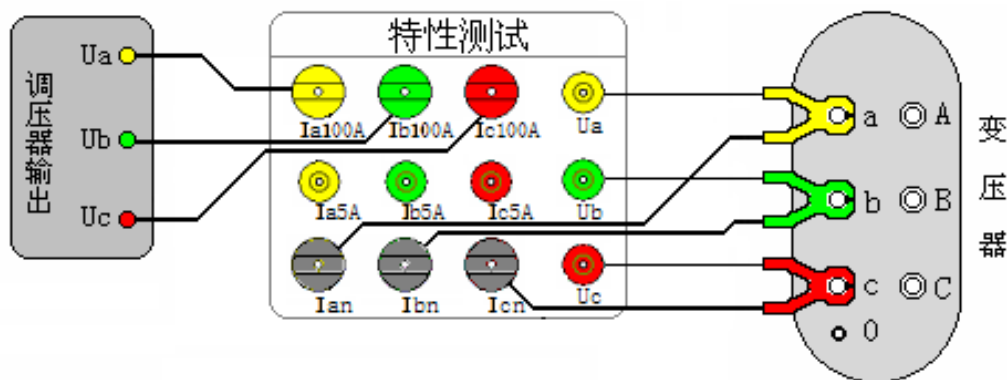

图 25、三相电源测量变压器空载损耗
(2). 三相电源测量变压器的空载损耗：将变压器的非测试端开路，按图 25 方式接线：